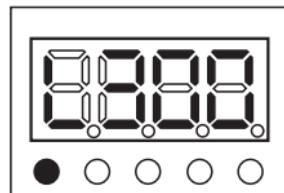

图2
(2) 合闸显示界面：按“合闸”键断路器开始合闸，合闸成功后，如图2所示